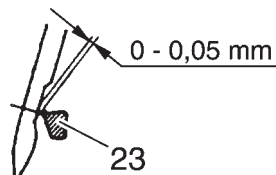

Рис. 14
В тот момент, когда носик петлителя 23 при движении вправо входит в выемку над ушком иглы, зазор между носиком петлителя и иглой должен составлять 0 - 0,05 мм (рис.14).
- Проверьте расстояние между носиком петлителя и иглой (рис. 14).
- Поворачивая стержень игловодителя отрегулируйте зазор между левой иглой и петлителем (рис. 14).
В тот момент, когда левый оверлочный петлитель 23 находится в левой поворотной точке, его расстояние до правой иглы должно составлять 2,8-3,2 мм (рис.14).